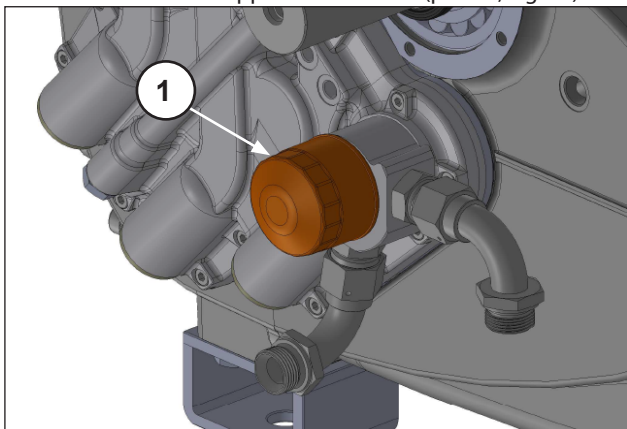

Fig. 17
Svitarla a mano o con opportuno attrezzo (pos. ①, Fig. 17).